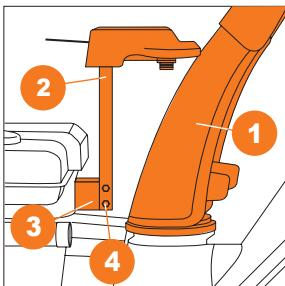

Рис. 13
- Установите желоб выброса 1 на отверстие выброса снега на корпусе снегоуборщика (Рис. 13).
- Закрепите поддерживающую штангу 2 к специальному кронштейну 3 на корпусе снегоуборщика с помощью двух болтов 4 (Рис. 13).